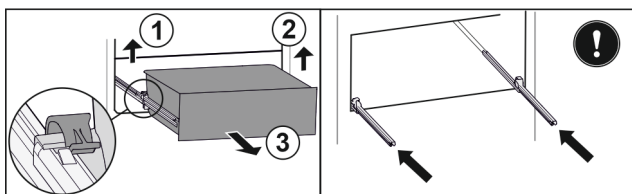

Fig. 211
- Podignite lijevu stezaljku i istovremeno izvucite ladicu lijevo prema naprijed. Fig. 211 (1)
- Podignite desnu stezaljku i istovremeno izvucite ladicu desno prema naprijed. Fig. 211 (2)
- Izvadite ladicu prema naprijed. Fig. 211 (3)